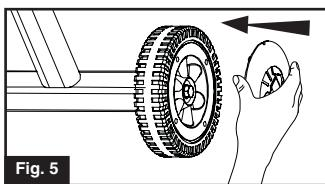

Fig. 5
- Adaptez un chapeau de roue sur chacune. (Fig. 5)